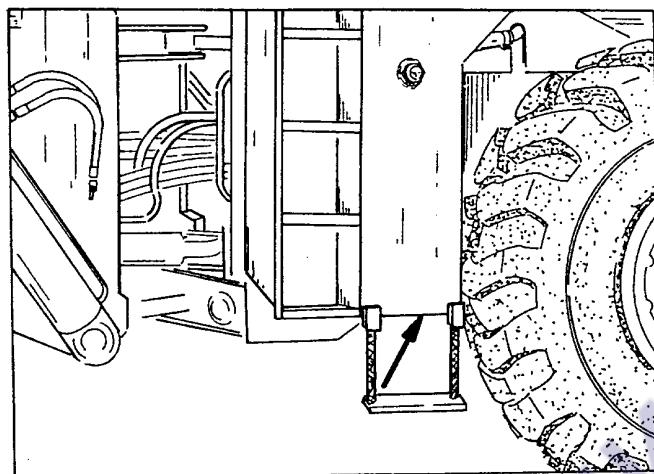

Рис. 5.57. Пробка сливного отверстия бака гидросистемы
6. Открутить колпак сливной пробки (Рис. 5.57), вкрутить в сливную пробку наконечник специального сливного шланга, прикладываемого к машине, и спить масло в емкость, превышающую по объему емкость бака гидросистемы.